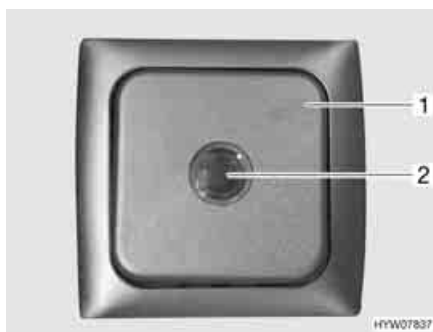

Fig. 174 Interruttore per riscaldamento elettrico del pavimento
- Premere l'interruttore a bilico (Fig. 174,1). La spia di controllo nell'interruttore (Fig. 174,2) si accende.
- Premere l'interruttore a bilico (Fig. 174,1). La spia di controllo (Fig. 174,2) nell'interruttore si spegne.